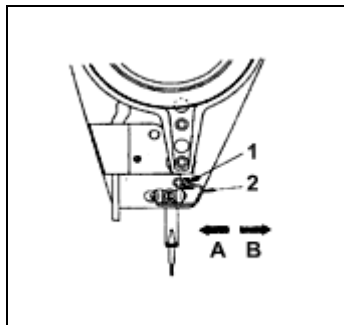

Fig. 32
Para ajustar o comprimento da ponta do fio permanecendo no furo da agulha, folgue o parafuso (1), fig. 32, e mova o puxador do fio da placa de face (2), conforme necessário.